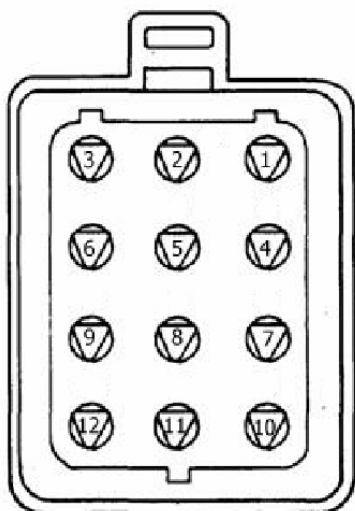

Рис. 1. Колодка ГАЗ-12.
- На а/м ГАЗ с ЭБУ **МИКАС 5.47/7.1/7.2, ИТЕЛМА VS5.6, СоАТЭ, МИКАС 11** устанавливается 12-ти контактная диагностическая колодка ГАЗ-12 (см.рис.1), для подключения используйте кабель **ГАЗ-12**. Колодка расположена в моторном отсеке.